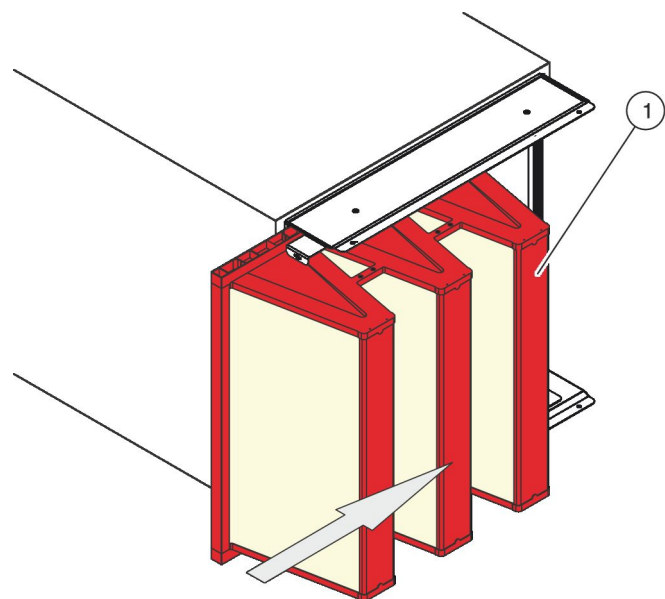

Рис. 61: Замена фильтрующего элемента
6. ► Вставьте новый фильтрующий элемент (Рис. 61/1) с боковой стороны.